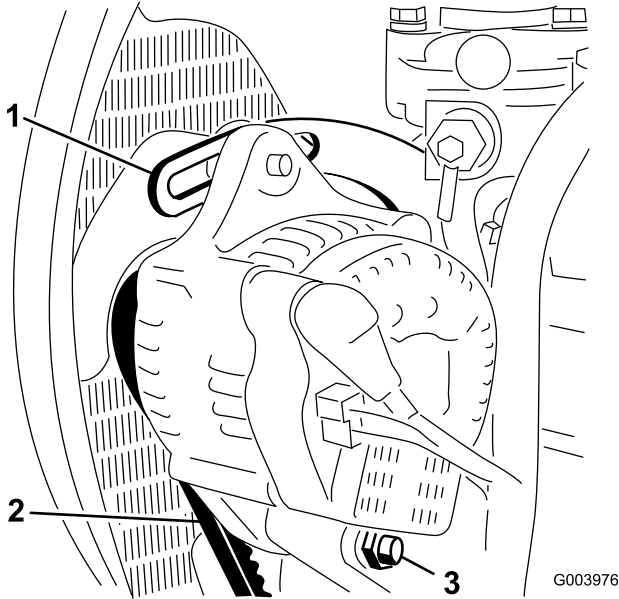

图68
2. 检查交流发电机皮带张紧力的方法：使用 10kg 的力按压交流发电机和曲轴箱皮带轮之间的皮带（图 68）中间位置。
3. 松开将皮带环形支架固定到发动机（图68）的螺栓，以及将交流发电机固定到皮带环形支架上的螺栓和枢轴螺栓。